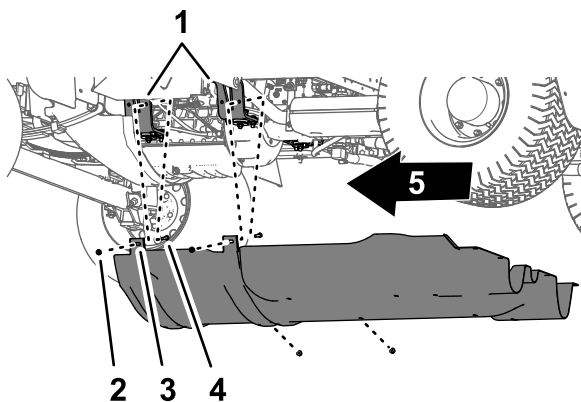

Bild 68
2. Nehmen Sie die vier Sicherungsbundmutter (5/16") von den Schrauben und der Schlossschraube ab, mit denen die Befestigungsösen der Fahrwerkabdeckung an den Befestigungshalterungen des Motors der Maschine befestigt sind (Bild 68).
- Nehmen Sie die Fahrwerkabdeckung von der Maschine ab (Bild 67 und Bild 68).
- Fluchten Sie die Fahrwerkabdeckung mit dem unteren Chassis der Maschine aus, siehe Bild 68 in Entfernen der Fahrwerkabdeckung (Seite 56).
- Schieben Sie die Befestigungsösen der Fahrwerkabdeckung über die Schrauben und die Schlossschraube an den Motorbefestigungshalterungen der Maschine, siehe Bild 68 in Entfernen der Fahrwerkabdeckung (Seite 56).
- Befestigen Sie die Fahrwerkabdeckung mit den vier Sicherungsbundmutter (5/16"), die Sie in Schritt 2 von Entfernen der Fahrwerkabdeckung (Seite 56) entfernt haben, an den Befestigungshalterungen des Motors (Bild 68).